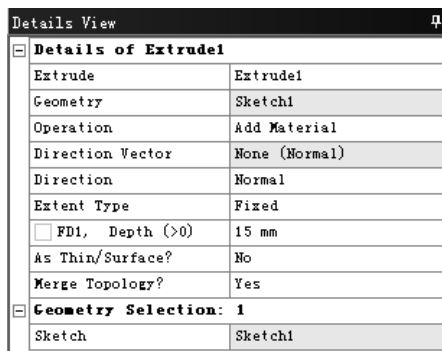

图 3.13.4 “Details View”对话框
(2) 在工具条中单击 按钮，弹出图 3.13.4 所示的“Details View”对话框，使用草图 1 作为截面，在 **Operation** 下拉列表中选择 **Add Material** 选项，在 ☐ **FD1, Depth (>0)** 文本框中输入数值 15，其他采用系统默认设置值。单击工具条中的 按钮，完成拉伸特征 1 的创建。